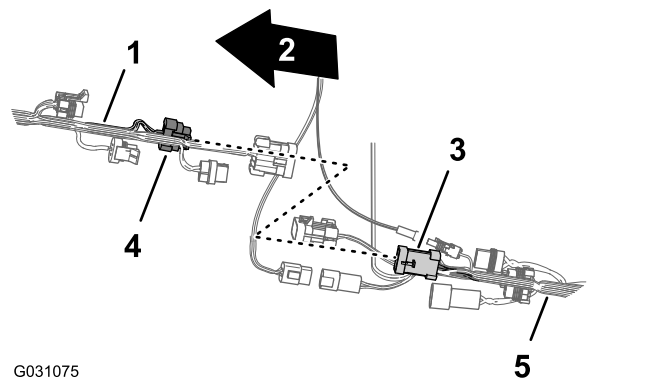

Figura 89
3. Conecte el conector de 8 pines de interconexión del arnés delantero al conector hembra de 8 vías del interruptor de caudal del arnés trasero (Figura 89).